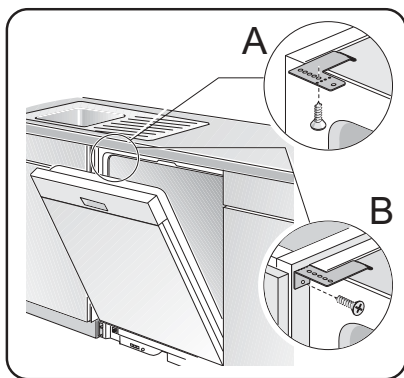

Figure 11/Ilus. 11
- 1) **Top Mount** is used for countertops made of wood or other materials that can easily be drilled. Orient the mounting brackets as shown in Figure 11, letter A, and position the two small tabs on the mounting brackets over the two slots on the dishwasher's front corners. Push the mounting brackets down firmly to insert the tabs into the slots.
- 2) **Side Mount** is used for countertops made of marble, granite, or other very hard materials that cannot be easily drilled. Bend the mounting brackets along the small holes and in the same direction as the two small tabs. Orient the mounting brackets as shown in Figure 11, letter B, and position the two small tabs on the mounting brackets over the two slots on the dishwasher's front corners. Push the mounting brackets down firmly to insert the tabs into the slots.
- 1) **Sur le dessus** est utilisé pour les comptoirs fabriqués en bois ou autres matériaux pouvant être facilement percés. Orienter la fixation comme à la figure 11, lettre A, et positionner les 2 petites languettes sur la fixation sur les deux fentes des coins avant du lave-vaisselle. Pousser fermement sur les fixation pour insérer les languettes dans les fentes.
- 2) **Sur le côté** est utilisé pour les comptoirs en marbre, granite ou autres matériaux très durs ne pouvant être percés. Plier la fixation le long des petits points et dans la même direction que les deux petites languettes. Orienter les fixations comme à la figure 11, lettre B, et 2 petites languettes sur la fixation sur les deux fentes des coins avant du lave-vaisselle. Pousser fermement sur les fixation pour insérer les languettes dans les fentes.
- 1) **El Montaje Superior** se utiliza cuando el contador tiene una superficie de madera u otro material fácil de perforar. Acomode los soportes de montaje tal como indica la letra A en la Ilustración 11 y sitúe la dos lengüetas pequeñas de modo que cubran las dos ranuras en los rincones delanteros de la lavadora. Oprima firmemente hacia abajo los soportes de montaje hasta introducir las lengüetas en sus ranuras.
- 2) **El Montaje Lateral** se utiliza para las superficies de contador hechas de mármol, granito u otro material muy duro que no se perfora fácilmente. Doble los soportes de montaje en línea con los hoyos pequeños y en la misma dirección como las dos lengüetas pequeñas. Acomode los soportes de montaje tal como indica la letra B en la Ilustración 11 y sitúe las dos lengüetas pequeñas encima de los soportes de montaje sobre las dos ranuras en los rincones delanteros de la lavadora. Oprima firmemente hacia abajo los soportes de montaje para poder introducir las lengüetas en las ranuras.